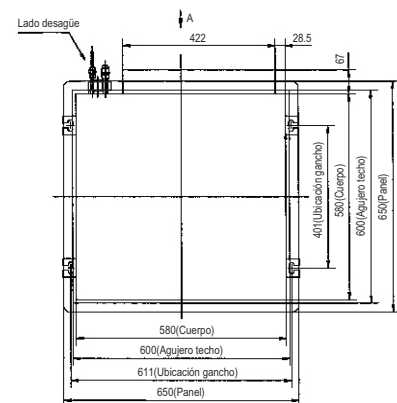

Fig.15
- A. Haga un agujero cuadrangular en el techo de 600 x 600mm en el techo según la forma del panel de instalación (Vea la Fig. 15 & 16). El centro del agujero debe estar en la misma posición que el del cuerpo de aire acondicionado.